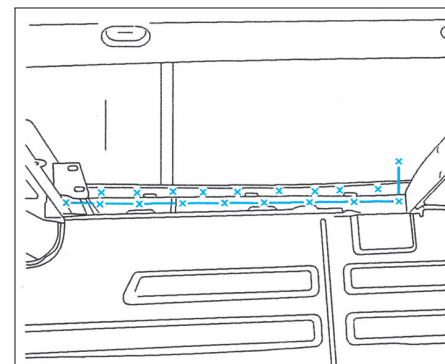

FIG. 62
- Tracer, puis découper à l'aide d'une scie (Fig.62).